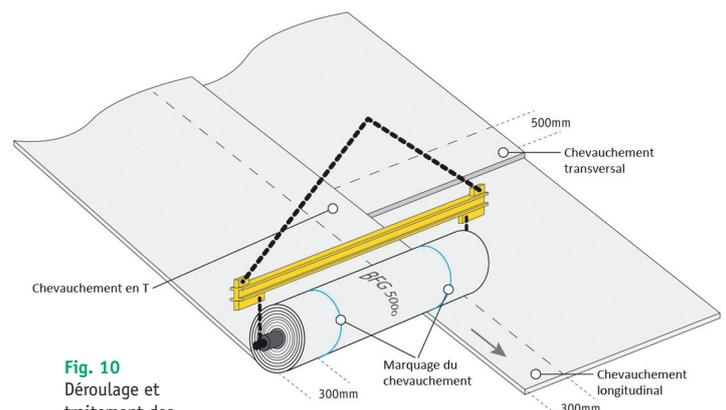

Fig. 10
17.5 Les chevauchements en T (fig. 10) doivent être réduits au minimum.
17.8 Sauf indication contraire, la dimension minimale du chevauchement longitudinal doit être de 300 mm. Les lignes de marquage du chevauchement en bordures de rouleau, permettent l'alignement pendant le processus de déroulement (fig. 10). Les chevauchements de fin de rouleau doivent être réalisés de la même façon mais avec un chevauchement minimal de 500 mm.